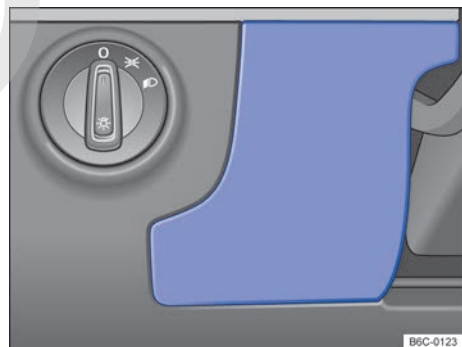

Fig. 135 Del lado del conductor en el panel de instrumentos: cubierta de la caja de fusibles.
- Sostener la cubierta de la caja de fusibles → fig. 135 y tirar hacia adelante.